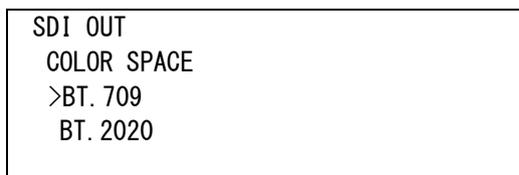

図4-96 オンスクリーンメニュー(COLOR SPACE例)
- 1) SDI OUTメニューで「COLOR SPACE[CSPC]」を選択し、**ENTER**ボタンを押すと図4-96のような設定メニューが表示されます。